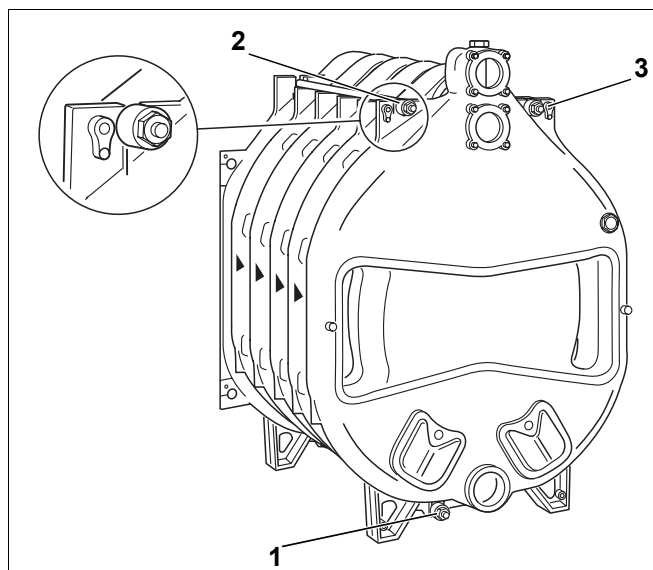

Bild 17 Montage – Ankerstangen
- ▶ Die drei Ankerstangen mit den aufgesetzten Federpaketen an den vorgesehenen Positionen in die Gussnocken einsetzen (Bild 17, **Pos. 1, 2 u. 3**). Beim Einsetzen der Ankerstangen darauf achten, dass die Federpakete auf der Kesselnrückseite montiert werden.